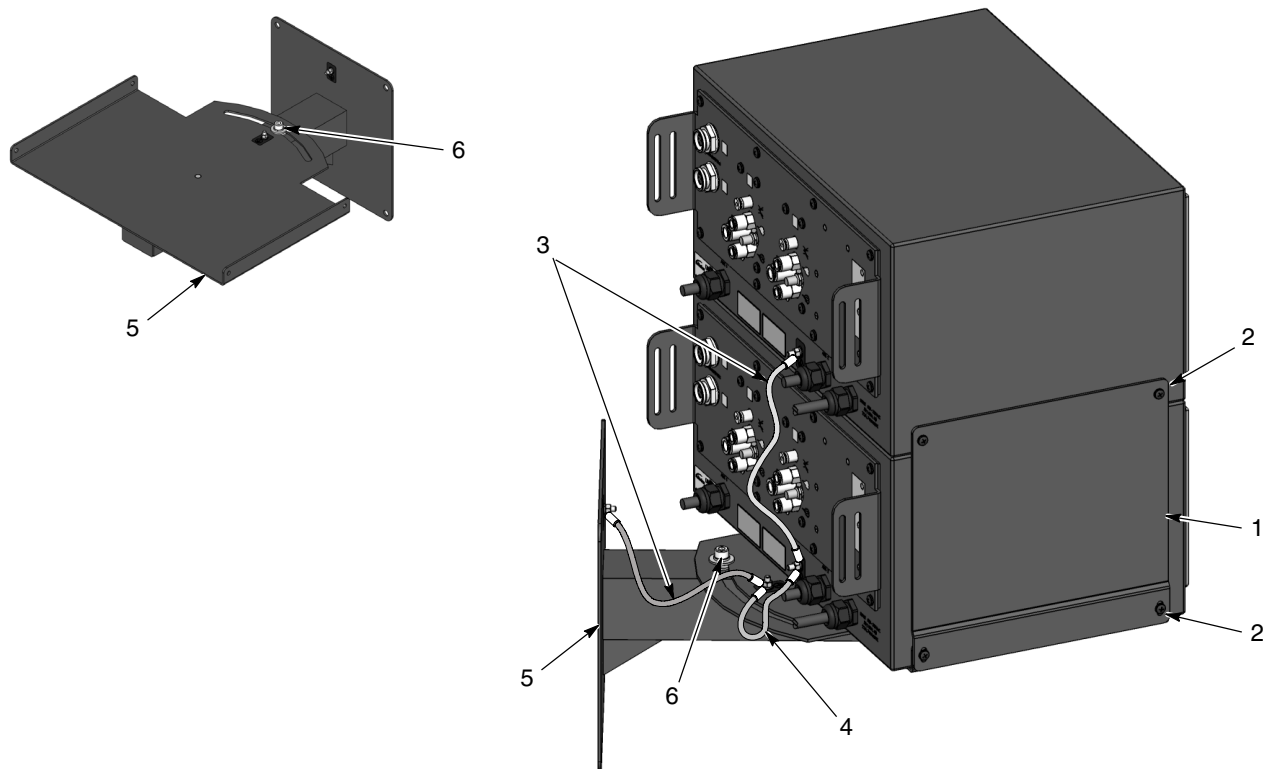

Figura 3-7 Montaje del controlador doble con soporte opcional de montaje en pared
1. Ver la figura 3-7. Instalar el soporte mural (5) sobre una superficie vertical lo suficientemente resistente como para soportar el peso del controlador o controladores y del soporte de montaje. Utilizar fijadores adecuados.
3. En caso de instalar un controlador, fijarlo a los salientes de soporte con cuatro tornillos de cabeza redonda M5 x 12 (2).
4. En caso de instalar dos controladores, utilizar cuatro tornillos de cabeza redonda M5 x 12 (2) para instalar en la bandeja los extremos ranurados de los soportes de apilamiento (1) y el controlador. No apretar los tornillos.
6. Utilizar un cable de tierra de 12 pulg. (3) para poner a tierra los controladores superior e inferior. Utilizar un cable de tierra de 4 pulg. (4) para poner a tierra el controlador inferior en la bandeja mural. Utilizar otro cable de tierra de 12 pulg. para conectar la bandeja a la placa de montaje.
7. Aflojar el perno giratorio de la bandeja (6) para girar la bandeja a la posición deseada, posteriormente apretar el perno.